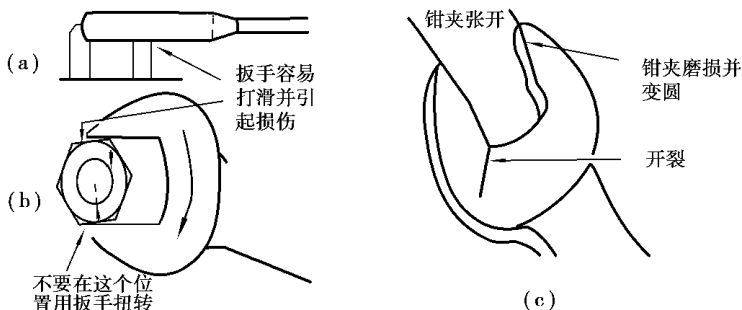

图 2.1.3
(1) 开口扳手只能在一个有限的空间中扳动螺栓或螺母,在螺栓或螺母被扳转到极限位置后,再将扳手取出重复原先的过程。
(2) 扳动扳手的方向应朝里拉,而不应往外推,这样操作更省力,若必须向外推扳手时,应将手掌张开去操作。
(3) 使用开口扳手对螺栓或螺母做最后拧紧时,加在扳手上的力应根据螺栓拧紧力矩要求而定,不能太大,否则会导致螺纹滑丝。
(4) 使用开口扳手时若放置的位置太高,或只夹住螺帽头部的一小部分,扳手在使用时会打滑,如图 2.1.3(a) 所示。
(5) 开口扳手的开口端若大于螺帽头部两相对平台宽度时,因开口端与螺帽的头部接触减少会导致扳手打滑,应在确信扳手和螺帽刚好配合后才能施力,如图 2.1.3(b) 所示。
(6) 错误使用开口扳手造成的后果如图 2.1.3(c) 所示。